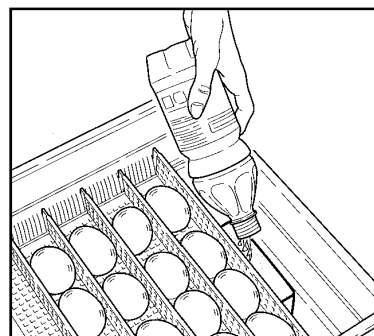

Fig. 5
- 5) Remplissez d'eau tiède presque jusqu'au bord le bac dans la boîte inférieure de la couveuse (voir Fig. 5). Il sera nécessaire de déplacer la grille coulissante en tirant la tringle vers l'extérieur de la couveuse.